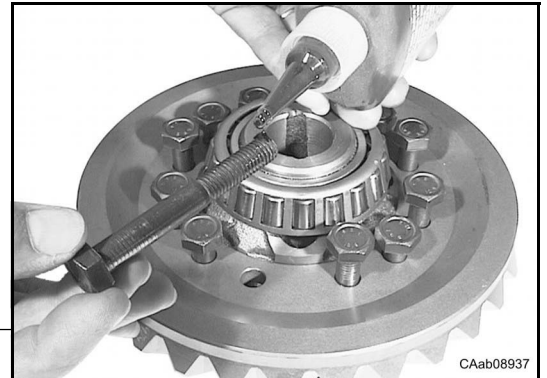

Fig. 12
- Assicurarsi che le parti dove si applicano adesivi e sigillanti siano pulite, asciutte e completamente prive di grasso (Fig. 12).
- *Ensure that parts to be sealed are clean, dry and completely grease free (Fig. 12) in the application area.*